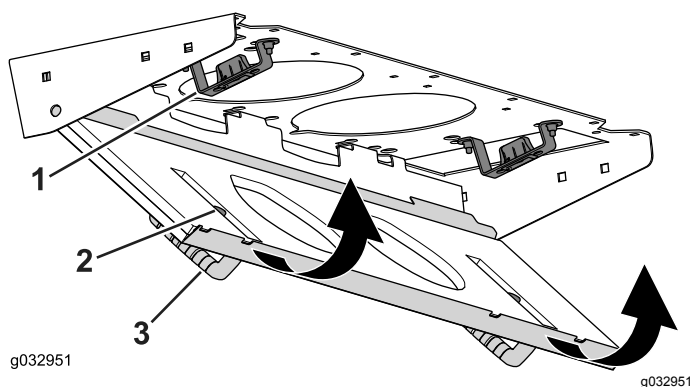

Figure 93
4. Faites pivoter le filtre sur les languettes jusqu'à ce que le pêne s'enclenche dans la gâche (Figure 93).